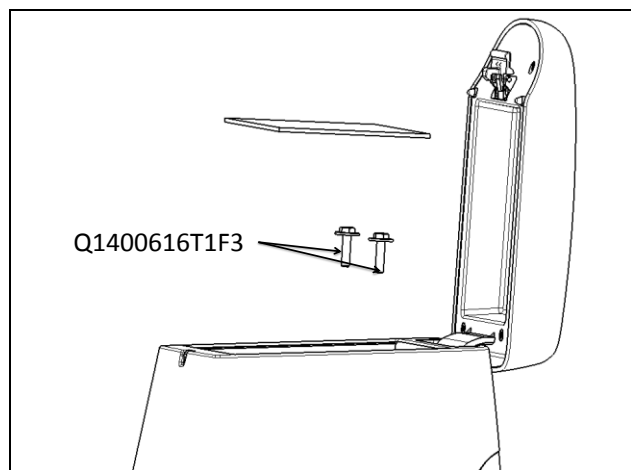

图 1.6.8 副仪表板固定螺栓的拆卸
- (1) 从储物盒中取出置物盒毡垫，用长柄10号六角套筒将固定副仪表板本体与后部安装支架的两个螺栓（Q1400620T1F31六角头螺栓和平垫圈组合件）松开并取出螺栓，再将扶手放回到原来状态。如图1.6.8所示；